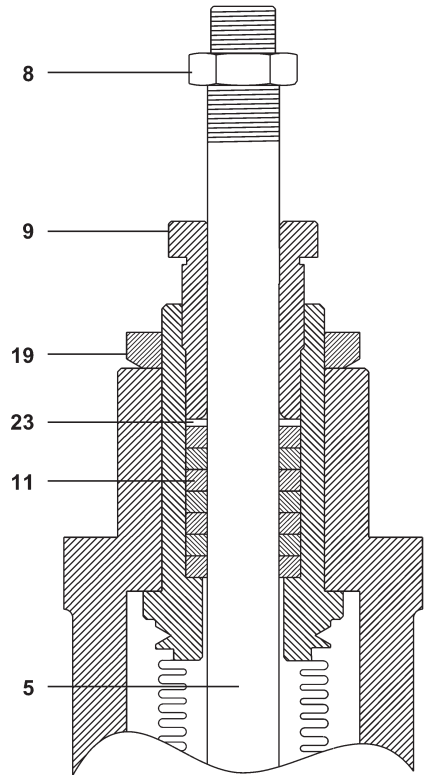

Fig. 9
4.3.1 Procedura per sostituire la tenuta dello stelo (Fig. 9)